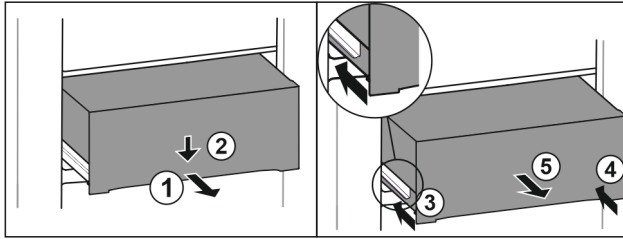

Fig. 72
- ▶ Extraiga el cajón hasta la mitad. Fig. 72 (1)
- ▶ Presionar hacia abajo el cajón de la parte delantera. Fig. 72 (2)
- ▶ Introducir el carril izquierdo unos 2 cm. Fig. 72 (3)
- ▶ Introducir el carril derecho unos 2 cm. Fig. 72 (4)
- ▶ Extraiga el cajón hacia delante. Fig. 72 (5)